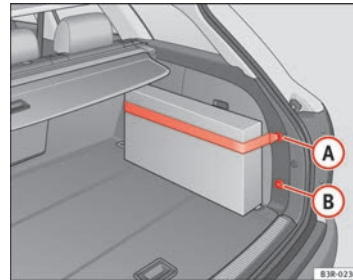

Abb. 117 Befestigungsgurt an der rechten Gepäckraumverkleidung
- Haken Sie den Befestigungsgurt in die Aufnahme **A** oder **B** → Abb. 117 ein.